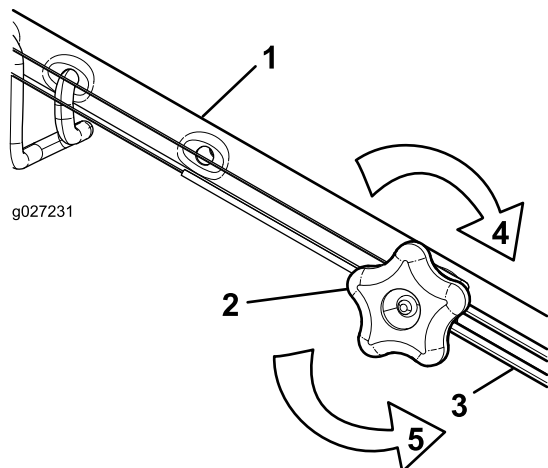

Рисунок 38
- Поверните ручку регулировки против часовой стрелки, чтобы ослабить затяжку троса (Рисунок 38).
- Отрегулируйте натяжение троса (Рисунок 38), потянув его назад или вперед, затем удерживайте в этом положении.